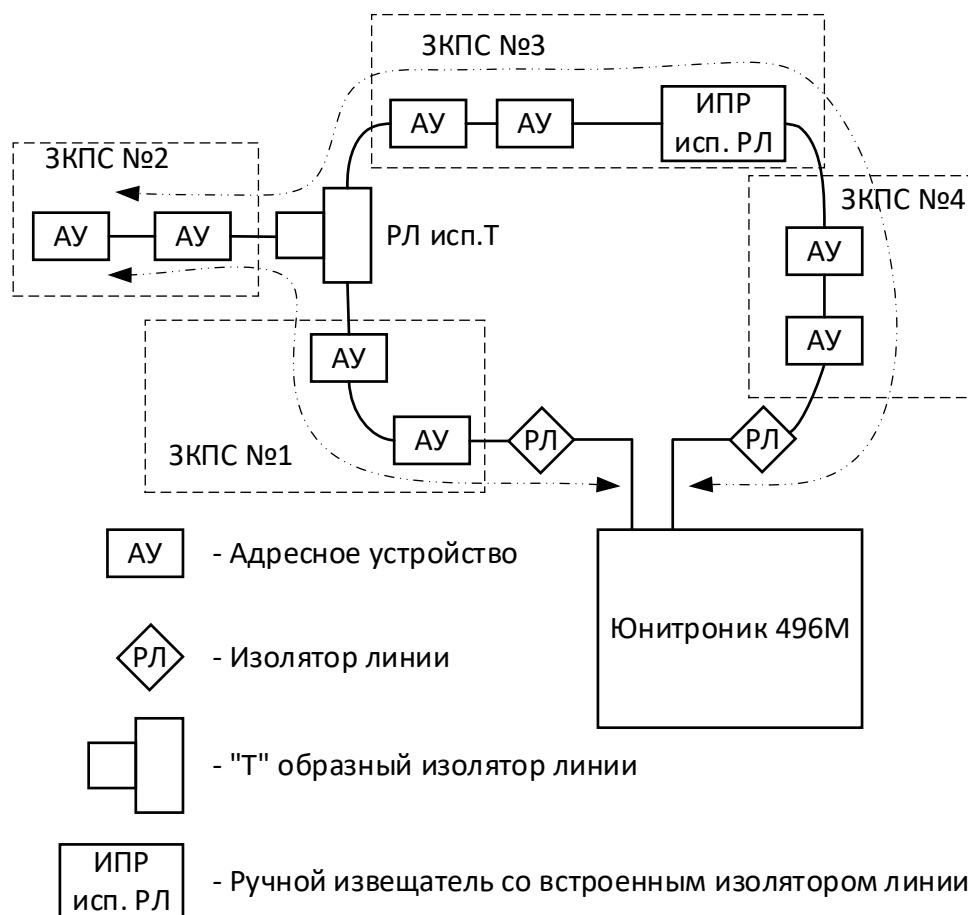

Рис. 12. Топология кольцевой адресной линии с ответвлениями.
3.9.3. Допускается применять топологию кольца с ответвлениями, как показано на рис.12. Для выполнения требований п.6.3.4 СП484.1311500.2020 ответвление должно быть подключено к кольцевой адресной линии через трехходовый изолятор РЛ-2 исп.Т и содержать либо автоматические, либо ручные извещатели, принадлежащие не более чем одной ЗКПС.